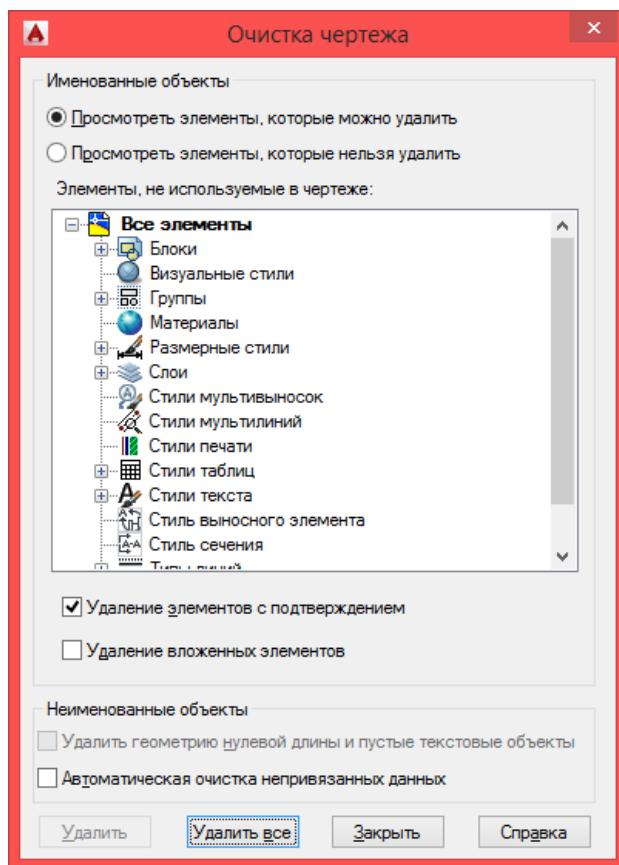

Рис. 19 Стандартное диалоговое окно AutoCAD очистки чертежа
- в диалоговом окне *Очистка чертежа* (см. рис. 19) указать элементы, которые нужно удалить и нажать *Удалить / Удалить все*.